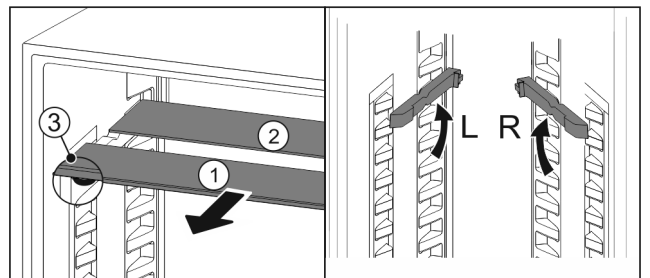

Fig. 169
- ▶ Glasplatten einzeln nach vorne herausziehen Fig. 169 (1).
- ▶ Glasplatte Fig. 169 (1) mit Zierleiste liegt vorne.
- ▶ Stopps Fig. 169 (3) zeigen nach unten.